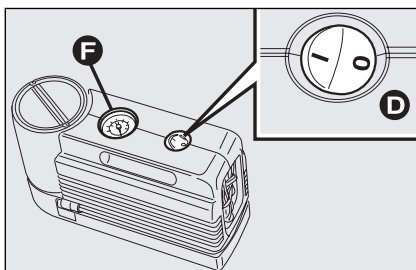
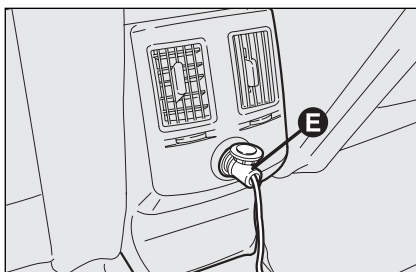

Abb. 4
Abb. 5
- ☐ sicherstellen, dass der Schalter **D**, **Abb. 4** des Kompressors auf 0 (ausgeschaltet) steht, den Motor anlassen, den Stecker **E**, **Abb. 5** in die nächst gelegene Steckdose stecken, und den Kompressor einschalten, indem Sie den Schalter **D**, **Abb. 4** auf **I** (eingeschaltet) stellen. Den Reifen mit dem im Abschnitt "Fülldruck bei kalten Reifen" des Kapitels "Technische Merkmale" vorgeschriebenen Reifendruck aufpumpen.
- Es empfiehlt sich, den Reifendruck für eine noch genauere Ablesung am Manometer **F**, **Abb. 4** mit ausgeschaltetem Kompressor zu kontrollieren;